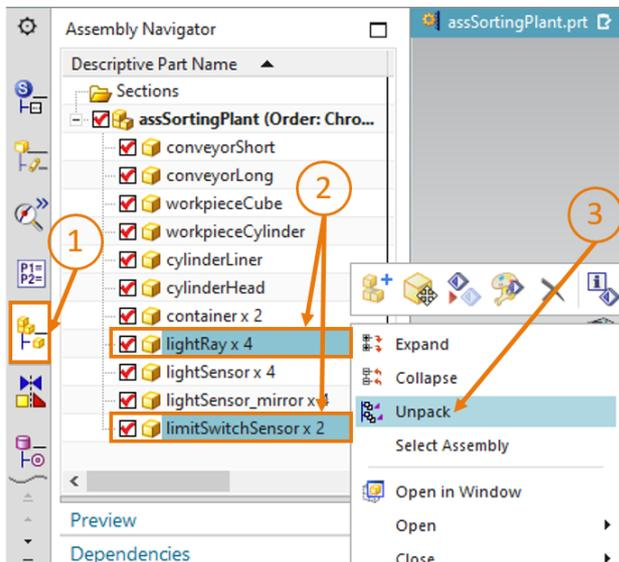

Figura 48: Decompressione dei modelli dello stesso tipo nell'assieme
- Per creare i singoli sensori d'urto si deve poter accedere ai singoli componenti dell'assieme. Aprire quindi la scheda "**Assembly Navigator**" (Navigatore assiemi) dalla barra delle risorse (vedi Figura 48, step 1). Selezionare uno dopo l'altro i componenti compressi "**lightRay x4**" e "**limitSwitchSensor x2**" e fare clic con il tasto destro del mouse (vedi Figura 48, step 2). Selezionare il comando "**Unpack**" (Decomprimi) nel menu a comparsa (vedi Figura 48, step 3). Si riesce così ad accedere direttamente ai singoli componenti.